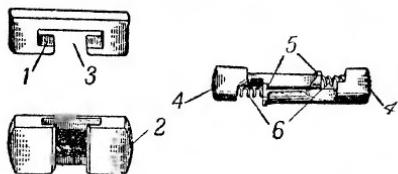

Рис. 13. Хомутик прицельной планки:
**14. Хомутик прицельной планки** (рис. 13) служит для придания надлежащей высоты гравке прицельной планки. Он имеет: продольный